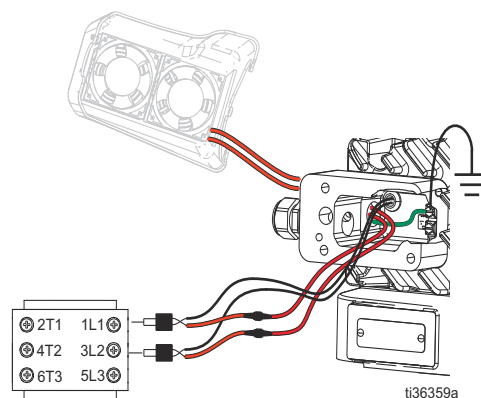

FIG. 15 : Raccorder la vis terre
- Utiliser une bague pour raccorder chaque fil du ventilateur à l'un des deux fils provenant du couvercle du boîtier électronique (3) et serrer la bague avec un outil. Attacher ensuite un fil à la borne 1L1 du bloc de raccordement (7) et l'autre fil à la borne 3L2. Consulter FIG. 15, page 18.
- Remettre les fils dans le boîtier de raccordement (88) et refixer le couvercle (89) du boîtier de raccordement avec quatre vis (91) et rondelles (19).